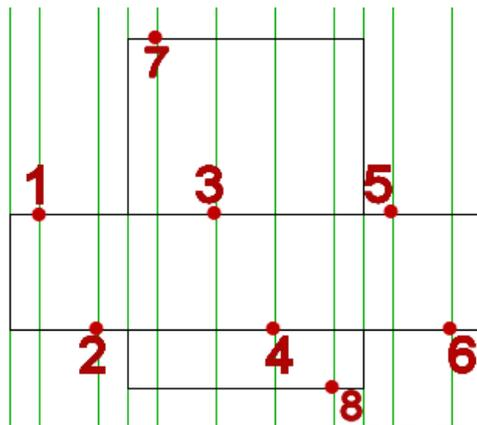

Рисунок 8. Главный вид. Вспомогательные точки
19. Притянитесь курсором к точке **1** (рисунок 8) Нажмите левую кнопку мыши. Притянитесь к точке **2** и нажмите левую кнопку мыши. Построится прямоугольник с вертикальной осью симметрии.